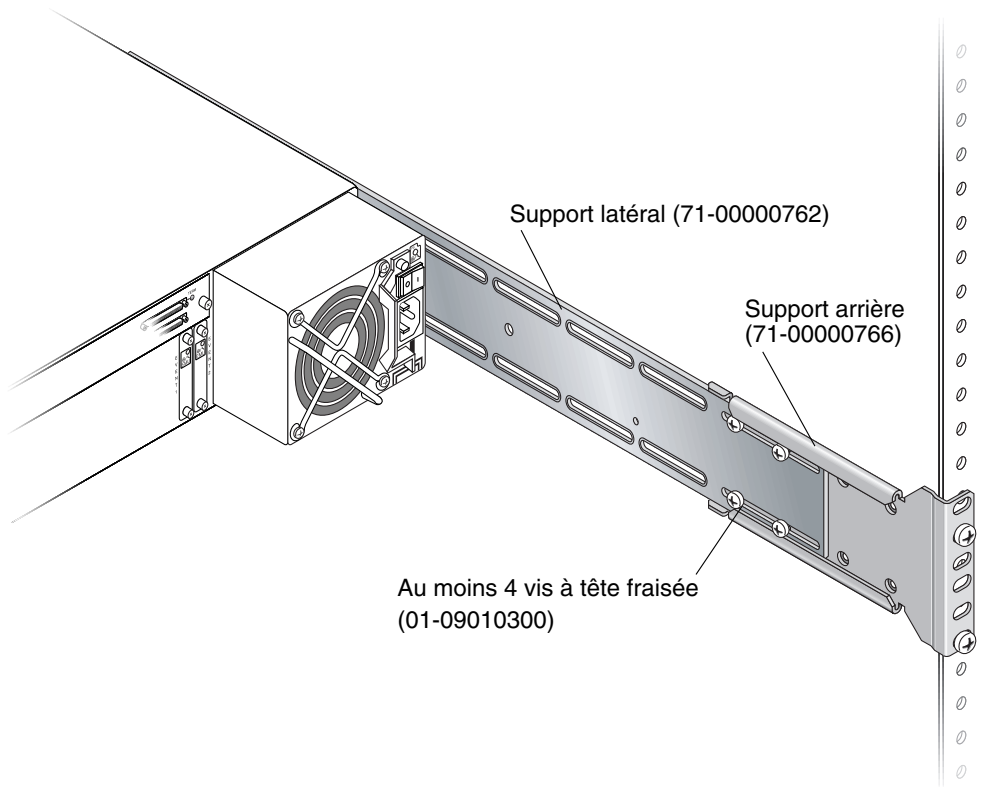

FIGURE 2-7 Exemple de montage de supports arrière et latéraux
8. Fixez chaque support latéral à un support arrière (voir FIGURE 2-7).